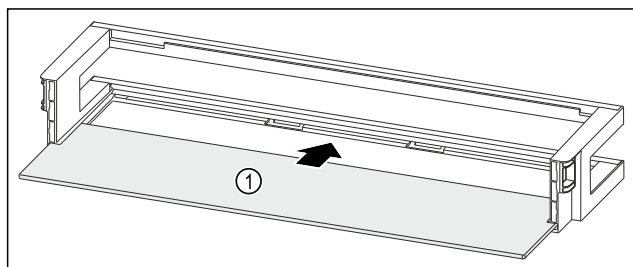

Fig. 135 Dveřní přihrádka s odkládací plochou
- Odkládací plochu Fig. 135 (1) zasuněte do bočních vybrání.